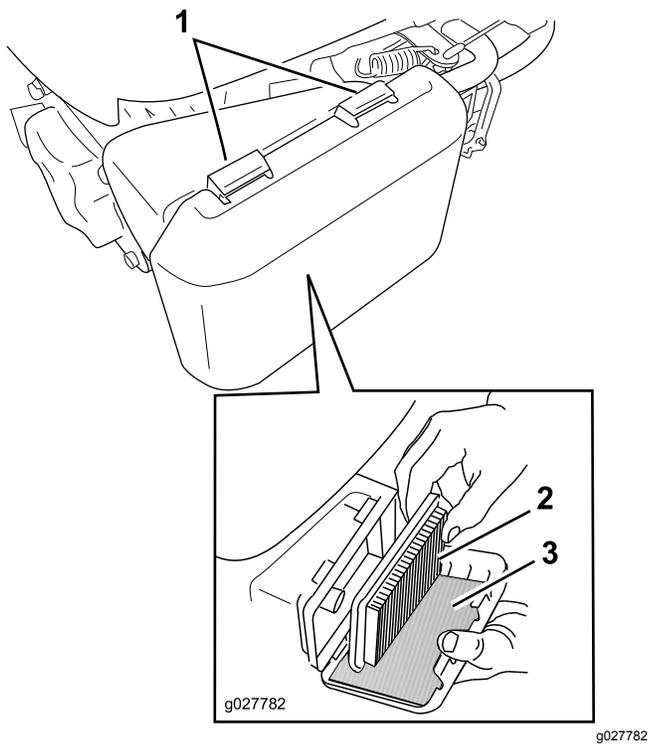

図 26
1. エアフィルタカバーの上部についているラッチのタブを押す 図 26。
3. ペーパーエアフィルタとスポンジ製プレフィルタを外す 図 26。